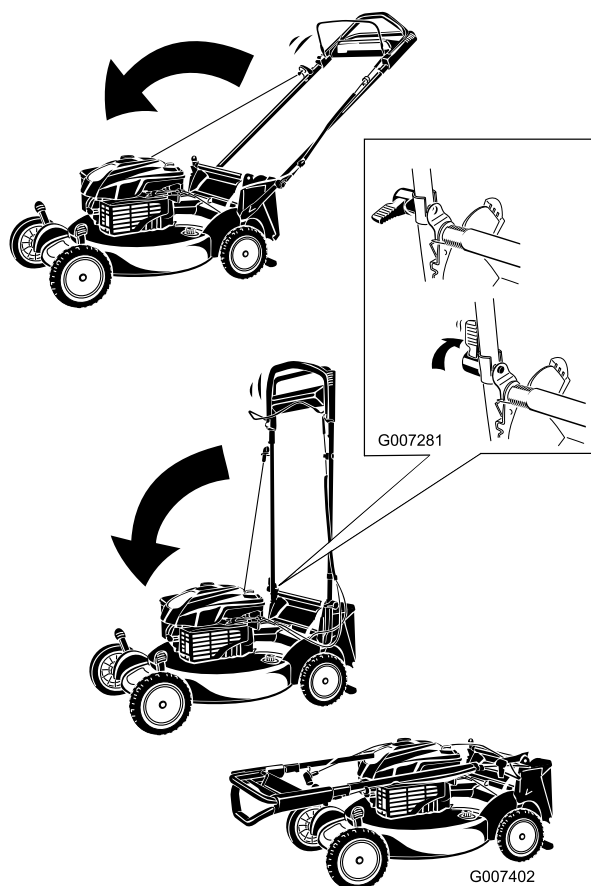

Figura 44
1. Fate ruotare la stegola in avanti (Figura 44).